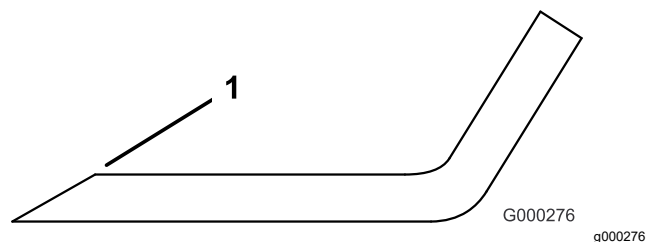

Figura 27
- Examinai marginile de tăiere ale tuturor lamelor i ascuii-le dacă sunt tocite sau crestate (Figura 27).
**Notă:** Ascuii doar partea superioară a marginii de tăiere i meninei unghiul de tăiere iniial pentru a asigura ascuirea (Figura 27). Lama rămâne echilibrată dacă este îndepărtată aceeași cantitate de metal de pe ambele margini de tăiere.